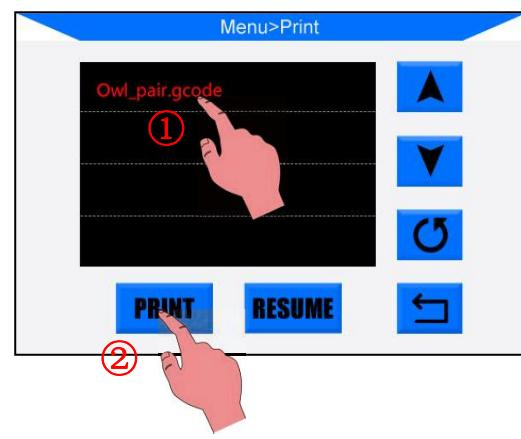

図 29
- (3) SDカードの裏面を上にして、本体のSDカードスロットに差し込んでください。メニュー画面から“Print”をクリックしてSDカードのファイルリストを見ます。印刷したいファイルを選択して“Print”を押すと印刷は始まります。（図29参照、ここでは例として“Owl_pair”を選択）。